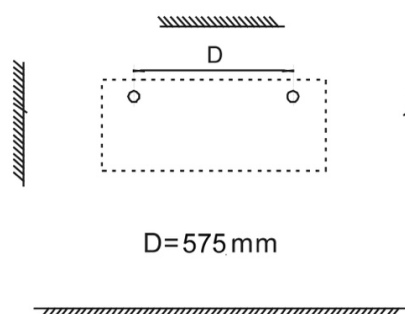

Fig.2
2. Faça dois furos adequados do tamanho do pescador $\varnothing 8$ mm na parede. (Fig. 2) – $d=575$ mm